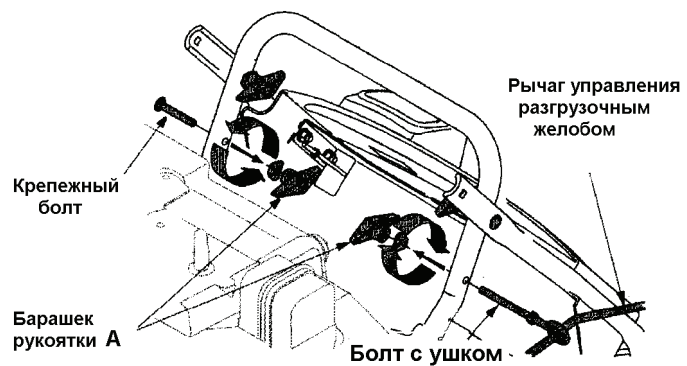

Рисунок 1
**Смотрите рисунок 1.**
2. Снимите барашек А вместе с шайбой и болтом с ушком, крепящиеся слева нижней рукоятки. Смотрите рисунок 1. Не снимайте болт с кронштейна рычага управления разгрузочным желобом.